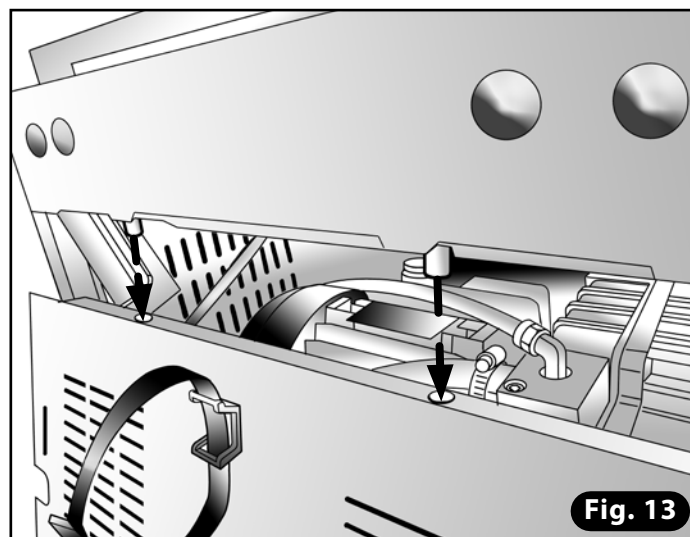
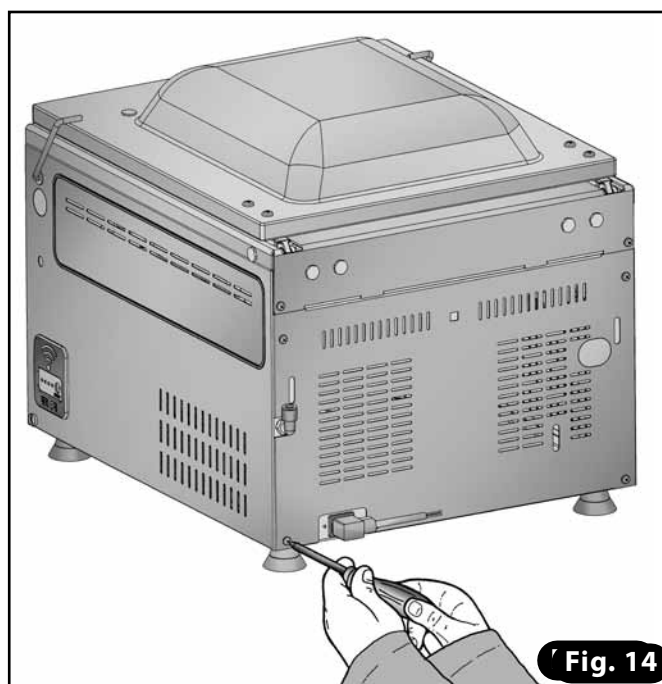

Fig. 13
Fig. 14
- 19) Replacer le panneau postérieur en vérifiant l'alignement dans la partie supérieure avec les parties saillantes des pivots charnière (Fig. 13). Serrer les vis du panneau postérieur pour compléter la procédure (Fig. 14).